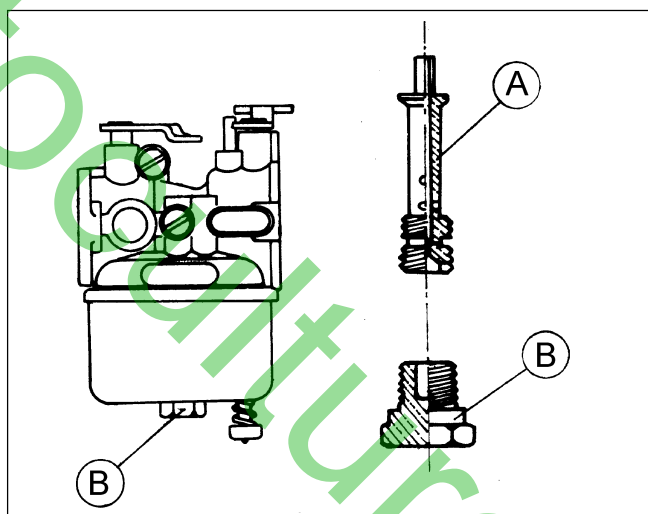
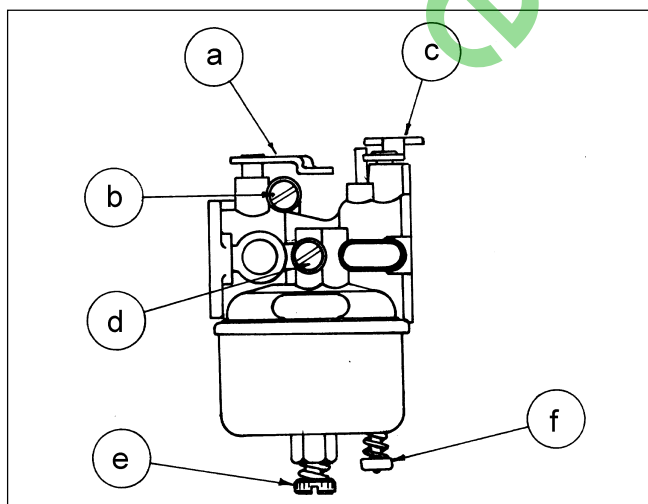

Fig. 13
Fig. 14
Les carburateurs à gicleur fixe sont schématisés sur la Fig. 13, ceux à gicleur variable sur la Fig. 14.
a) RÉGLAGE (FIG. 14)
- Débrancher le conduit carburant. Vider la cuve à l'aide du clapet (f) (Fig. 14)